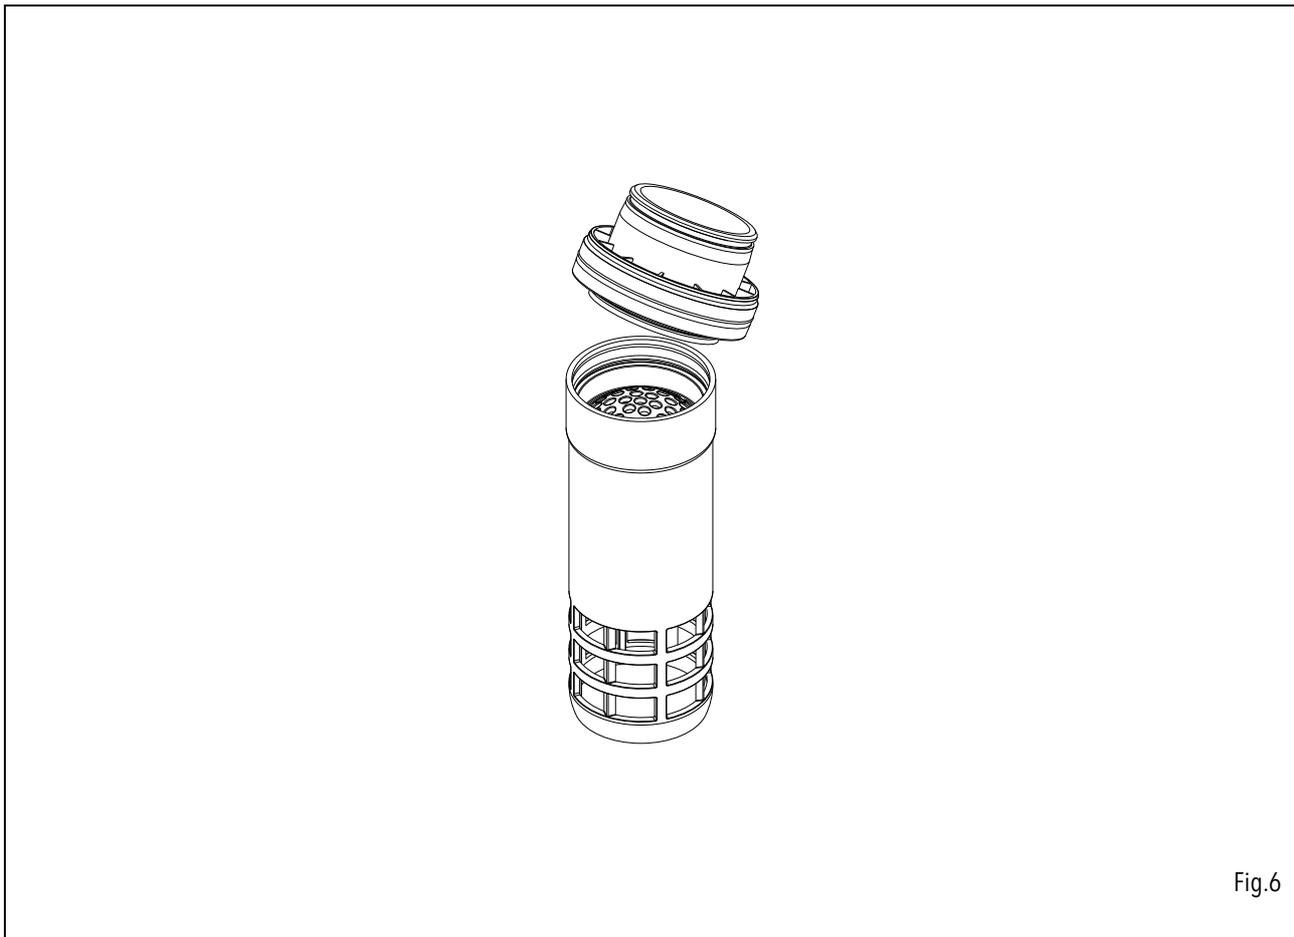

Fig.6
- Sganciare l'anello di centraggio e metterlo da parte (Fig.6)